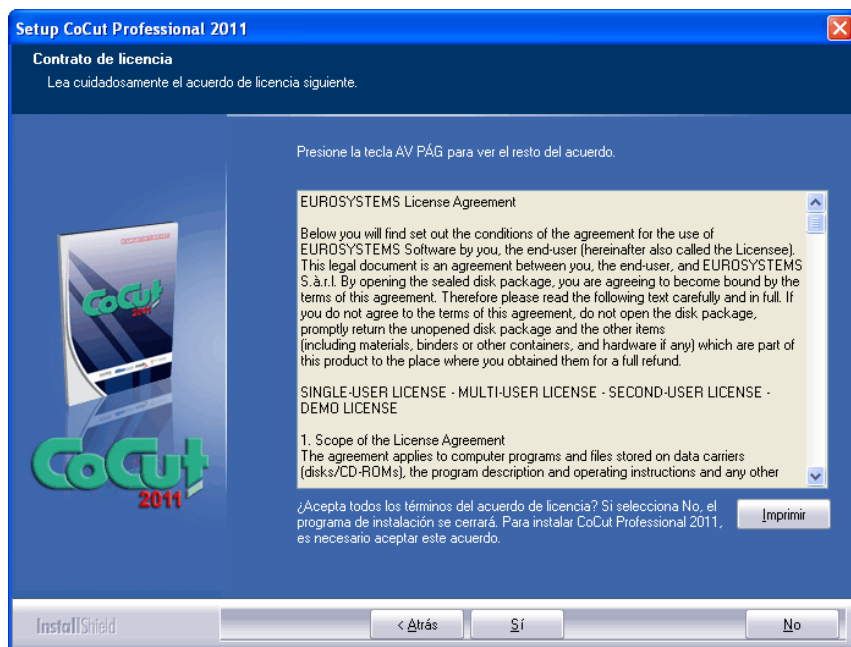

Fig. 2.1-2: Contrato de licencia de Software EUROSYSTEMS
Poner el disco compacto (CD) en la correspondiente unidad de disco. Después de poco tiempo aparecerá una ventana con el título **EUROSYSTEMS Setup**. Seleccionar CoCut Standard XT del campo **Producto**. Arrancar la instalación a través del botón **Instalar**. Al confirmar las condiciones del contrato de licencia de EUROSYSTEMS (véase Fig. 2.1-2) se arrancará la instalación.